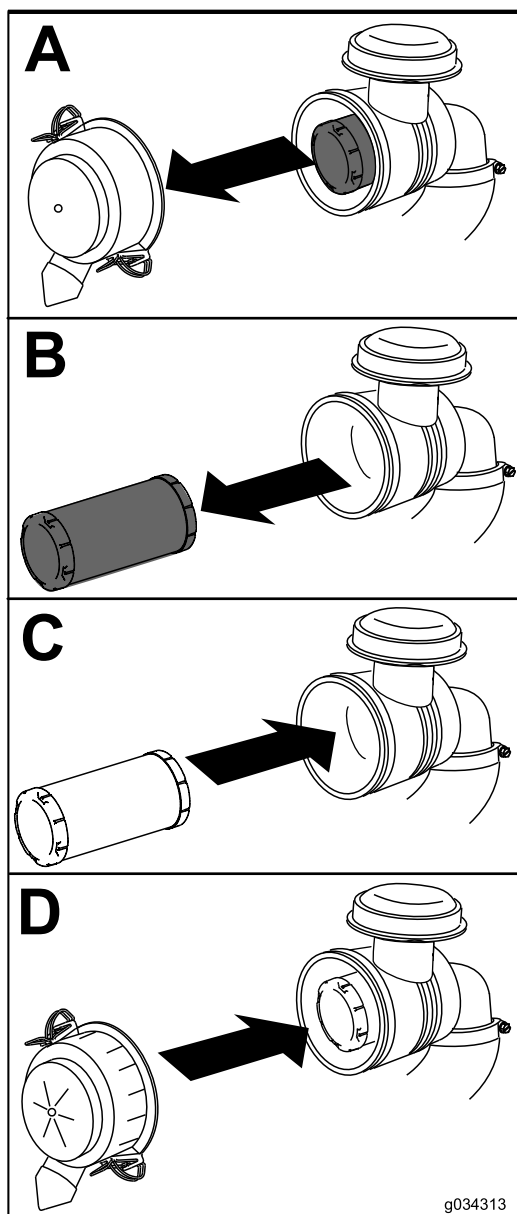

Figura 36
1. Glisați ușor elementul filtrului de aer din corpul filtrului de aer Figura 36(.).
4. Montați capacul filtrului de aer cu partea cu indicația UP (sus) în sus și fixați-l cu elementele de fixare (Figura 36).